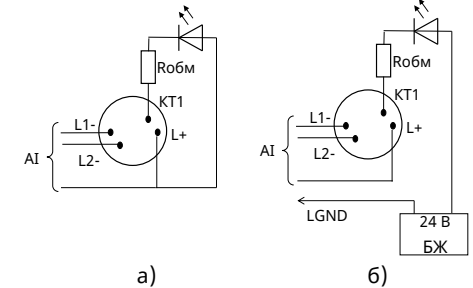

Рисунок 3 – Підключення ВПОС або світлодіода
4.2 Якщо за проектом використовують ВПОС з живленням від АІ, то його мінусовий контакт з'єднують з гвинтовою клемою з маркуванням «2» (КТ1), а плюсовий – гвинтовою клемою з маркуванням «1» (L+) (рис.3а, наявність Robm залежить від типу ВПОС і його робочого струму). Замість ВПОС допускається підключення світлодіода через резистор Robm з опором не менше 10 кОм. Для ВПОС слід підбирати світлодіод з малим струмом споживання (близько 2 мА).
Якщо живлення пристроїв виносної індикації передбачають від зовнішнього БЖ, СПДА підключають згідно рис. 3б. Мінусовий дріт від БЖ підключають до клемми «LGND» ППКП. Вихідна напруга БЖ повинна бути не більше 30 В і повинна забезпечувати робочий струм ВПОС.